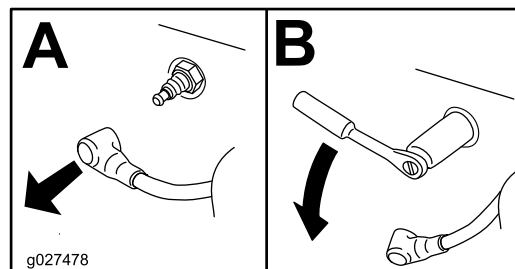

Рисунок 50
4. Снимите свечу зажигания (Рисунок 50).